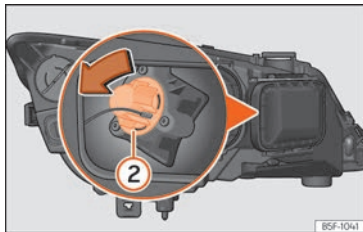

Abb. 110 Glühlampe für Blinklicht
- Drehen Sie den Lampenträger »» Abb. 110 ② nach links und ziehen Sie.